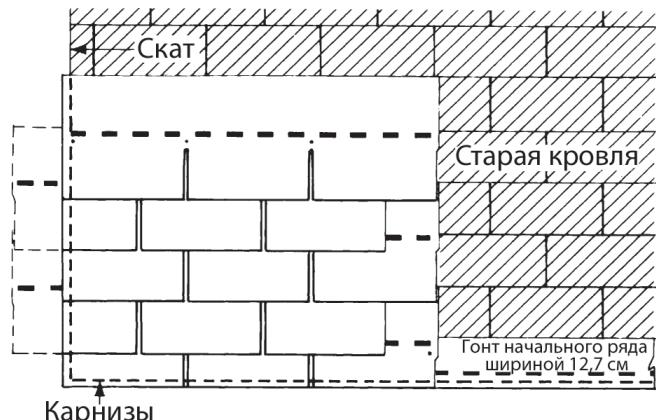

Рис. 10-22. Вертикально, встык.
2. Отрежьте 15 см с одной стороны первого гонта начального ряда и уложите получившийся кусок длиной 76,2 см на первый ряд в левом нижнем углу существующей кровли. Этот и все остальные гонты должны соединяться встык с кромками старых гонтов (Рис. 10-22).
2. Разместите верхний край полосовых гонтов высотой 25,4 см таким образом, чтобы он соединялся встык с язычками гонтов старого третьего ряда (Рис. 10-22).
1. Отрежьте 15,2 см с левого края целого гонта. Уложите верхнюю кромку получившегося куска гонта размером 30,5x76,2 см встык с нижней кромкой гонта старого четвёртого ряда (Рис. 10-22).
1. В начале последующих рядов чередуйте целые гонты и куски гонтов шириной 76,2 см (обрезанные на 15 см с левой стороны целые гонты), укладывая вертикальную секцию вверх по скату (Рис. 10-22).